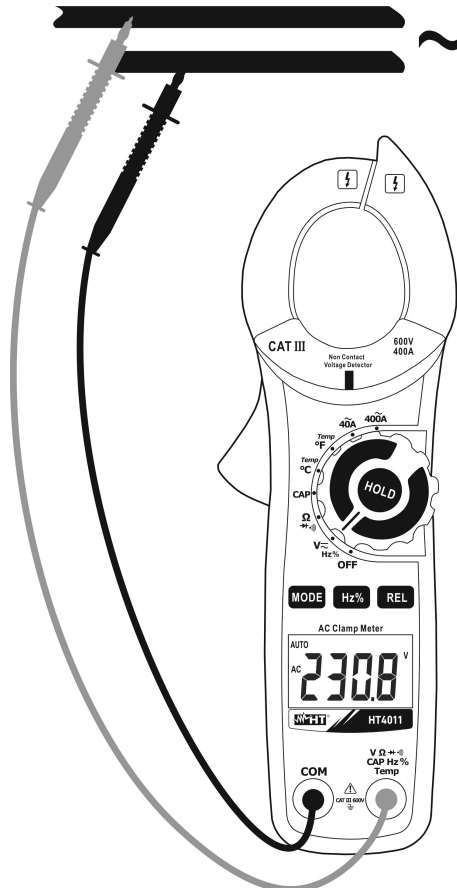

Abb. 3: Verwendung der Zange für Wechselspannungsmessung
3. Verbinden Sie die rote Messleitung mit der **VΩ→→CAPHz%Temp** Eingangsbuchse, und die schwarze Messleitung mit der **COM** Eingangsbuchse (Abb. 3).